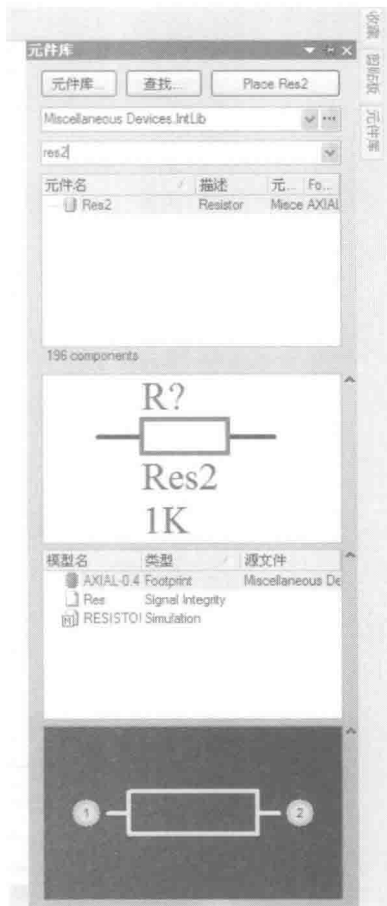

图 1-5 筛选元器件
① 将任务中所需要的元器件从元件库里拖出，如图 1-5 所示。可以在筛选框中输入所需元器件的名称（见表 1-1）。